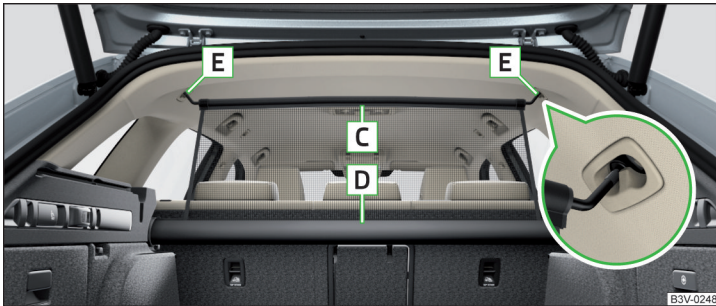

Abb. 148 Korrekt gesicherte Netztrennwand hinter den Rücksitzen im herausgezogenen Zustand
- › Die Netztrennwand an der oberen Querstange **C** aus dem Gehäuse **D** ziehen » Abb. 148.
- › Die Querstange erst auf der einen, dann auf der anderen Seite etwas nach hinten ziehen und aus den Aufnahmen **E** » Abb. 148 nehmen.